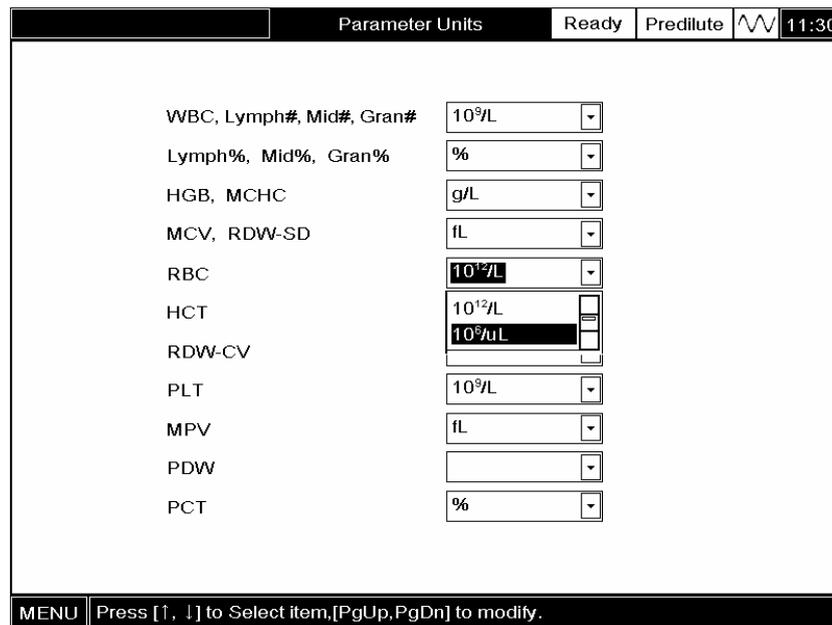

Abbildung 5-44 Auswählen einer Einheit für RBC
**WÄHLEN** Sie die gewünschte Einheit **aus** der entsprechenden **Pull-Down-Liste** (z. B. RBC in Abbildung 5-44) **AUS**.